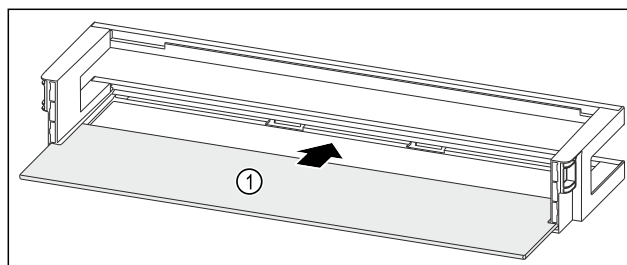

Fig. 97 Dörrfack med hylla
- Skjut in dörrfacket Fig. 97 (1) i ursparingarna på sidan.